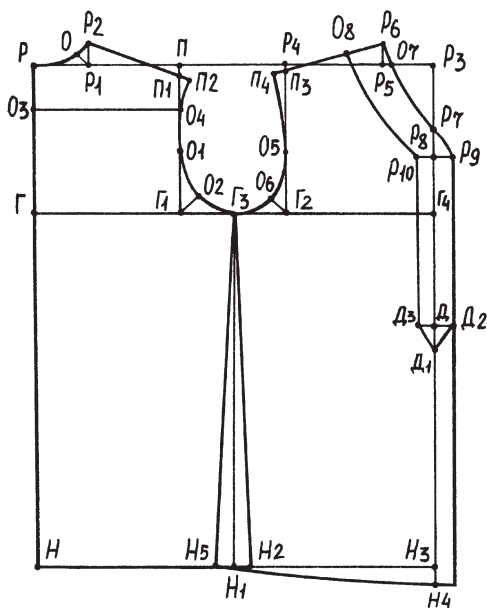

Рис. 177. Чертеж выкройки рубашки
*Спинка.* Как всегда, прежде всего начертите прямой угол с вершиной в точке Р (рис. 177).